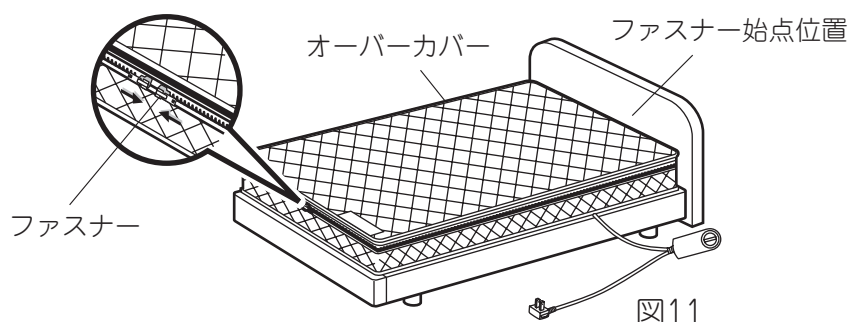

図11
8. オーバーカバーをかぶせ、ファスナーを閉じます。(図11)
- フレックスバッグには上面、下面があります。ラベル側が上面になります。(図11)